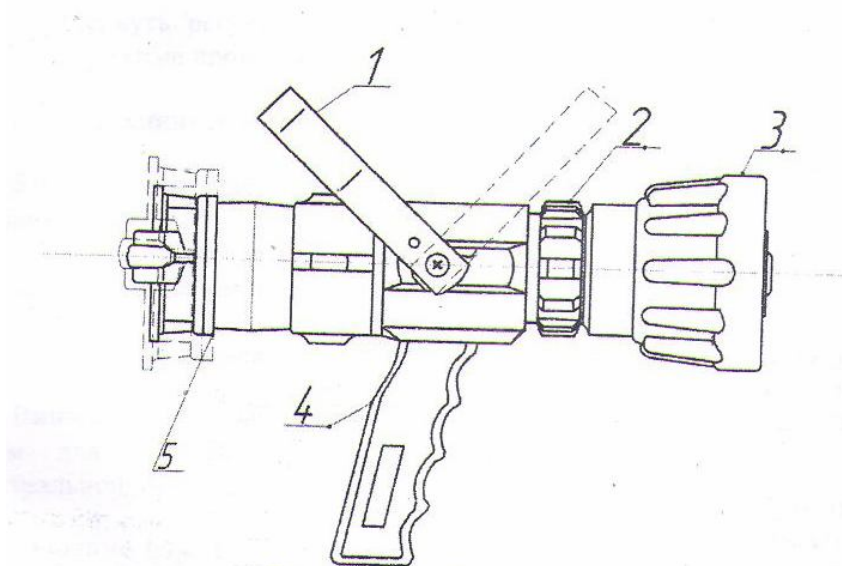
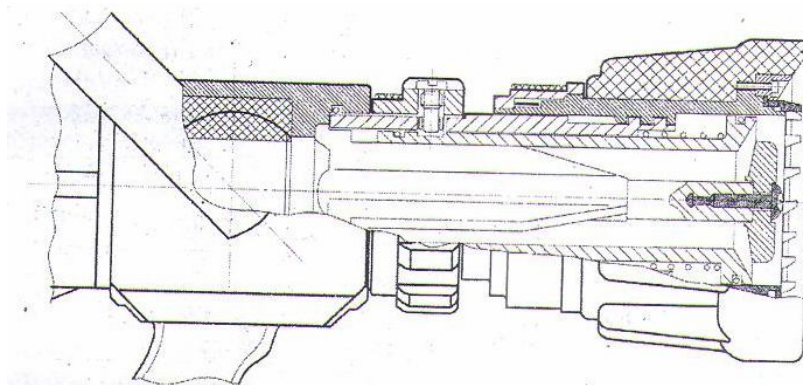

Рис. 1. Внешний вид ствола СРКУ-50Р
Рис. 2. Конструктивное исполнение ствола СРКУ-50Р
Внешний вид ствола приведен на рис. 1. Ствол состоит из корпуса, в котором установлены шаровый затвор с рукояткой (1) – перекрывное устройство, регулятор расхода огнетушащего средства (2) и устройство изменения геометрии струи с распылителем (3) – головка ствола. На корпусе ствола также установлены рукоятка нижняя (4), предназначенная для удержания ствола в заданном положении, и соединительная головка (5) для присоединения ствола к рукавной линии. Конструктивное исполнение ствола представлено на рис. 2.